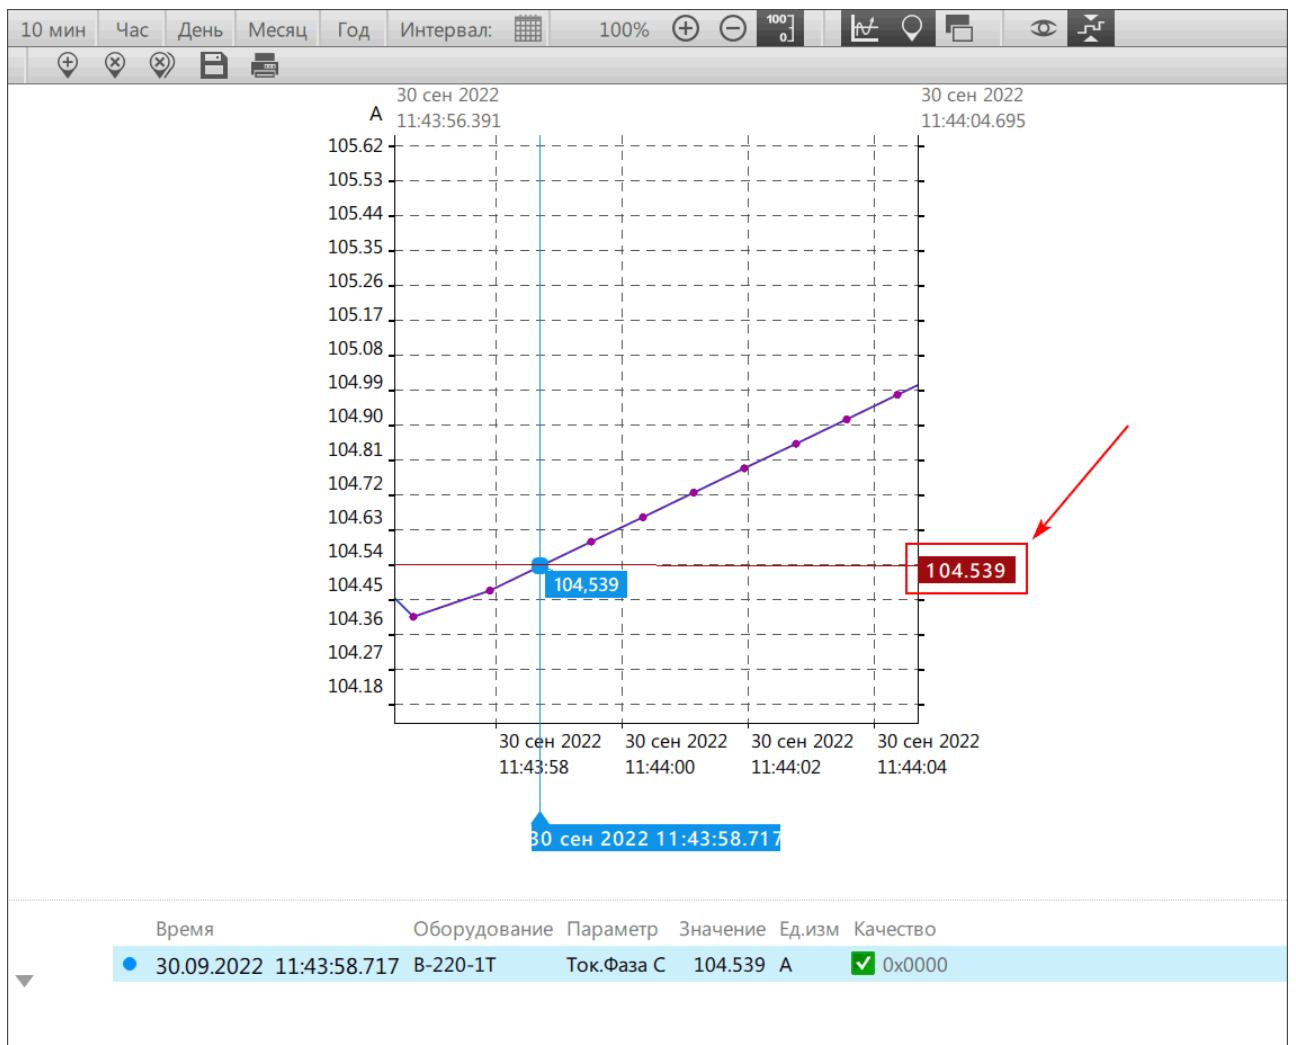

Рисунок 96 - Фиксированный маркер
4. Нажмите **OK**. На графике появится фиксированный маркер (Рисунок 96).